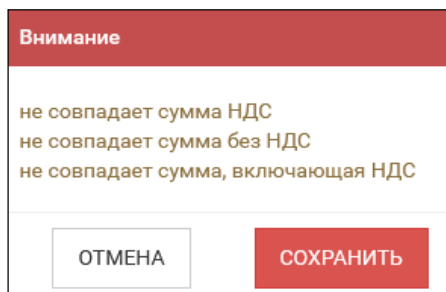

Рис. 150
**Сумма без НДС / Сумма НДС / Сумма с НДС** - итоговые суммы по документу (поле не обязательное для заполнения). При сохранении документа эти суммы будут сравниваться с реально введенными суммами и при расхождении система будет выдавать сообщение о несовпадении сумм (см. Рис. 150).